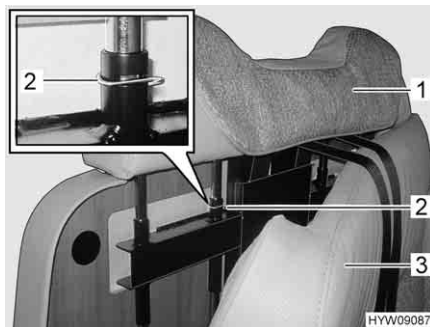

Fig. 59 Rimozione poggiatesta
- Ribaltare in avanti il cuscino (Fig. 59,3).
- Rimuovere i fermagli di sicurezza (Fig. 59,2).
- Tirare i poggiatesta (Fig. 59,1) verso l'alto.